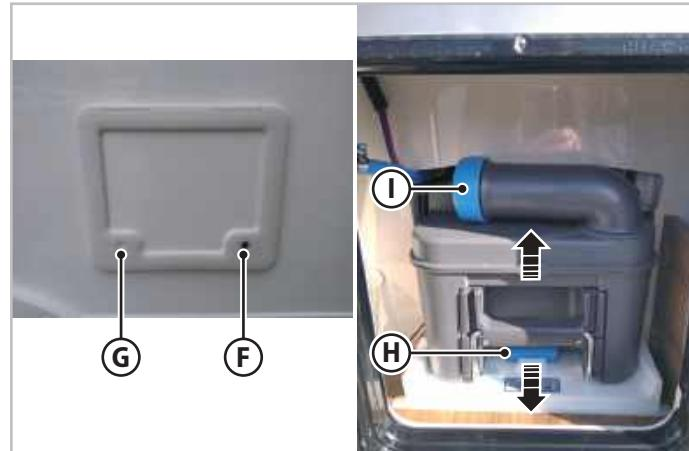

Fig.6.38 - Vidange de la cassette WC
2. Ouvrir la serrure avec la clé (**F** - Fig.6.38), puis retirer la clé.
3. Appuyer sur les boutons **G** et **F** (Fig.6.38) et ouvrir la trappe.
4. Exercer une légère pression vers le haut sur la poignée (**H** - Fig.6.38) et retirer le réservoir.
5. Retirer le bouchon (**I** - Fig.6.38) et appuyer sur le bouton d'évacuation pour vider le réservoir.